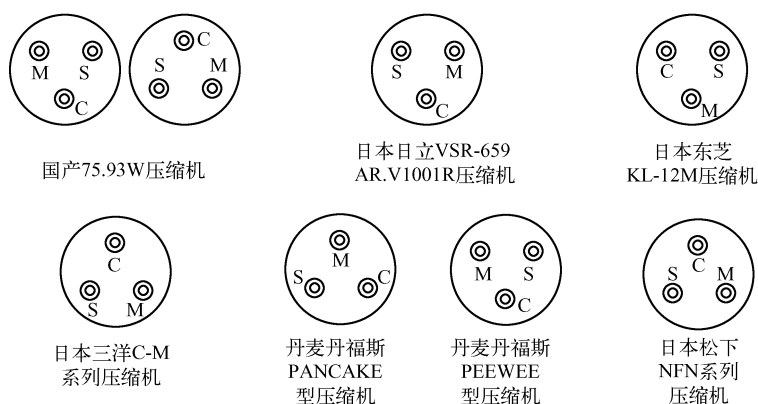

图 1-11 常见的电冰箱压缩机的接线端子
③常见的电冰箱用压缩机的接线端子 常见的电冰箱用压缩机的接线端子可通过图1-11所示方法来进行识别。观察位置为面对压缩机外接线端子。